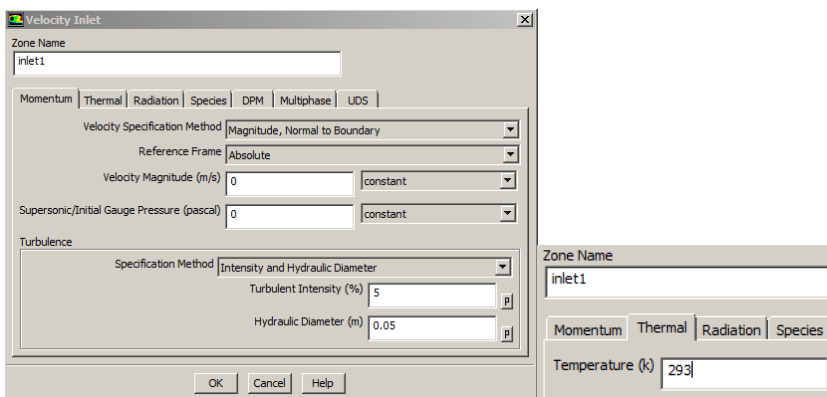

Рис. 35 – Настройка граничного условия первого входа
**Шаг 6.** Для настройки граничных условий необходимо перейти во вкладку *Boundary Conditions* (граничные условия). Здесь отображаются все границы, ранее выделенные в сеткогенераторе. Для настройки первого входа в списке граничных условий нужно выбрать *inlet1*, проверить, что типом данного граничного условия является *velocity-inlet* (вход с заданием скорости потока), нажать кнопку *Edit* и в появившемся окне (рис. 35) задать следующие параметры: